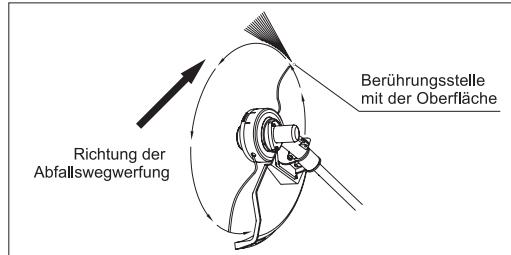

fig. 13
In beiden Fällen neigen Sie die Spule in einem steilen Winkel, um zu verhindern, dass Schmutz und Steine in Sie hineinkommen. Wählen Sie die richtigen Winkel entsprechend Ihrer Größe und Arbeitssituation. Bei den meisten Arten des Mähens neigen Sie die Spule so, dass die Enden des Kords mit der Oberfläche auf der Seite in Berührung kommen, auf der sich die Spule von Ihnen weg bewegt (Abb. 13). Der weggeworfene Abfall fliegt nicht auf Sie zu.
1. Entfernen Sie die Mutter des Kettenraddeckels mit dem Universalenschlüssel (zum Entfernen drehen Sie den Schlüssel gegen den Uhrzeigersinn) und nehmen Sie den Kettenraddeckel ab (Abb. 13).